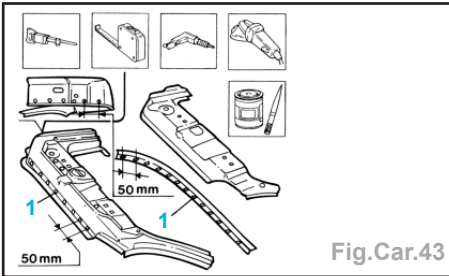

Fig.Car.43
- Percer des trous au niveau des points fraisés sur le renfort de bas de caisse (2).
- Découper le pied avant en veillant à garder une partie de tôle pour la superposition (Fig.Car.43).